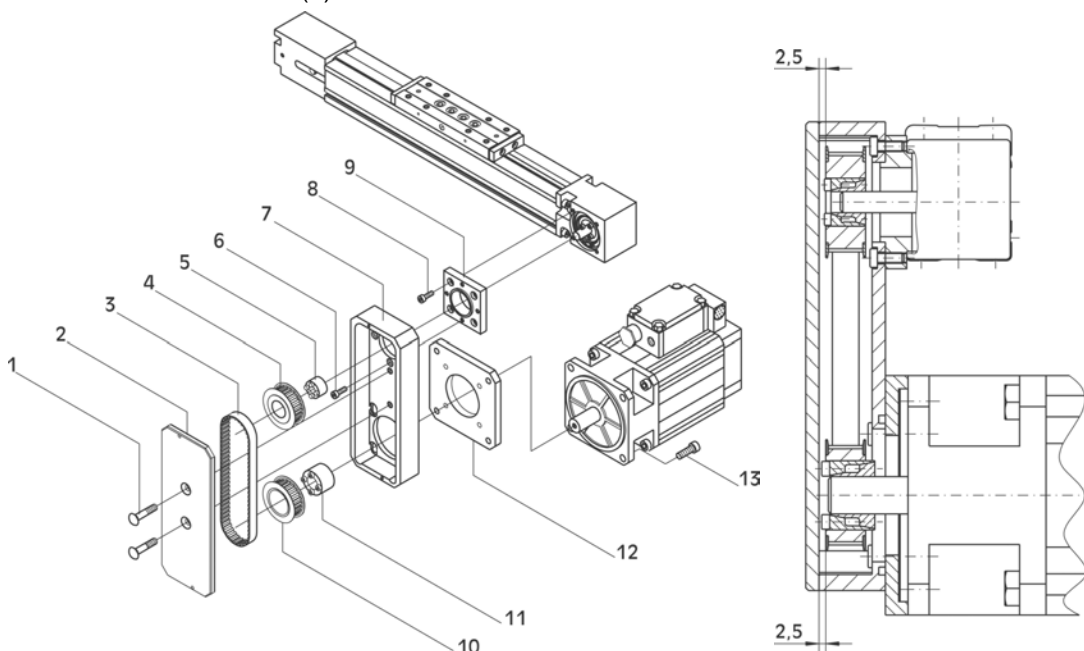

Figure 8: Transmission par courroie RT 40
1. **Figure 8:** Fixer le carter (7) avec la plaque intercalaire (9) sur le logement de palier du WH 40.
2. Emboîter le disque synchrone (4) sur le tourillon d'entraînement du WM40 avec le jeu de serrage DKWN de diamètre intérieur 8 mm (5).
3. Fixer le moteur d'entraînement avec la bride intermédiaire (12) sur le carter en ne serrant pas encore les vis à fond.
4. Emboîter le disque synchrone (10) sur l'arbre du moteur avec le jeu de serrage DKWN de diamètre intérieur 14 mm (11).
5. Faire passer la courroie crantée (3) autour des deux disques synchrones en les alignant l'un par rapport à l'autre. Fixer ensuite les disques synchrones sur le tourillon d'entraînement et l'arbre du moteur avec des jeux de serrage DKWN (voir tableau page 42 pour les couples de serrage). La distance entre le bord supérieur du carter et le disque synchrone est de 2,5 mm (voir figure 8).
1. **Figure 8:** Tendre la courroie crantée en déplaçant le moteur avec la bride intermédiaire (12).
2. Visser le couvercle (2) sur le carter.